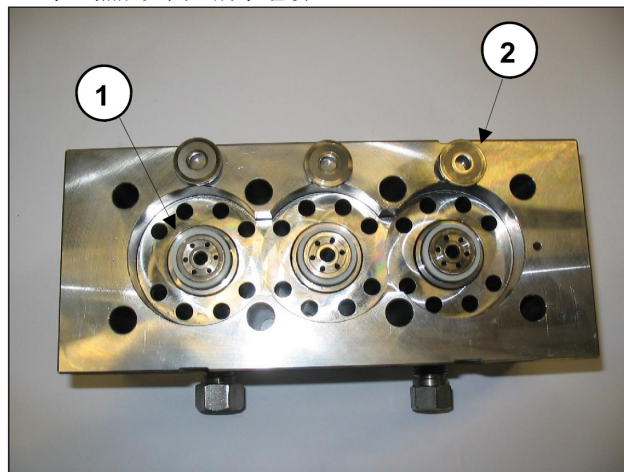

图41
拆除泵缸套时，注意不要丢失阀座①和平阀②，如图41所示，它们由于只是平放，可能会跌落。